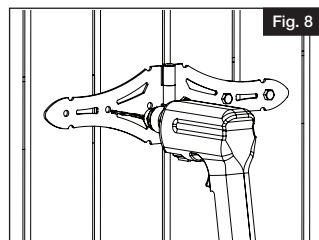

Fig. 8
- Drill 7/32" pilot holes on post (Fig. 8).
- Percer des avant-trous de 7/32 po (5,6 mm) sur le poteau (Fig. 8).
- Taladre agujeros guía de 7/32" en el poste (Fig. 8).